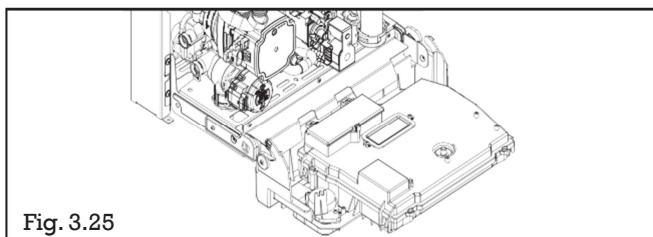

Fig. 3.25
- sollevare, quindi ruotare il cruscotto verso di sé (fig.3.25),